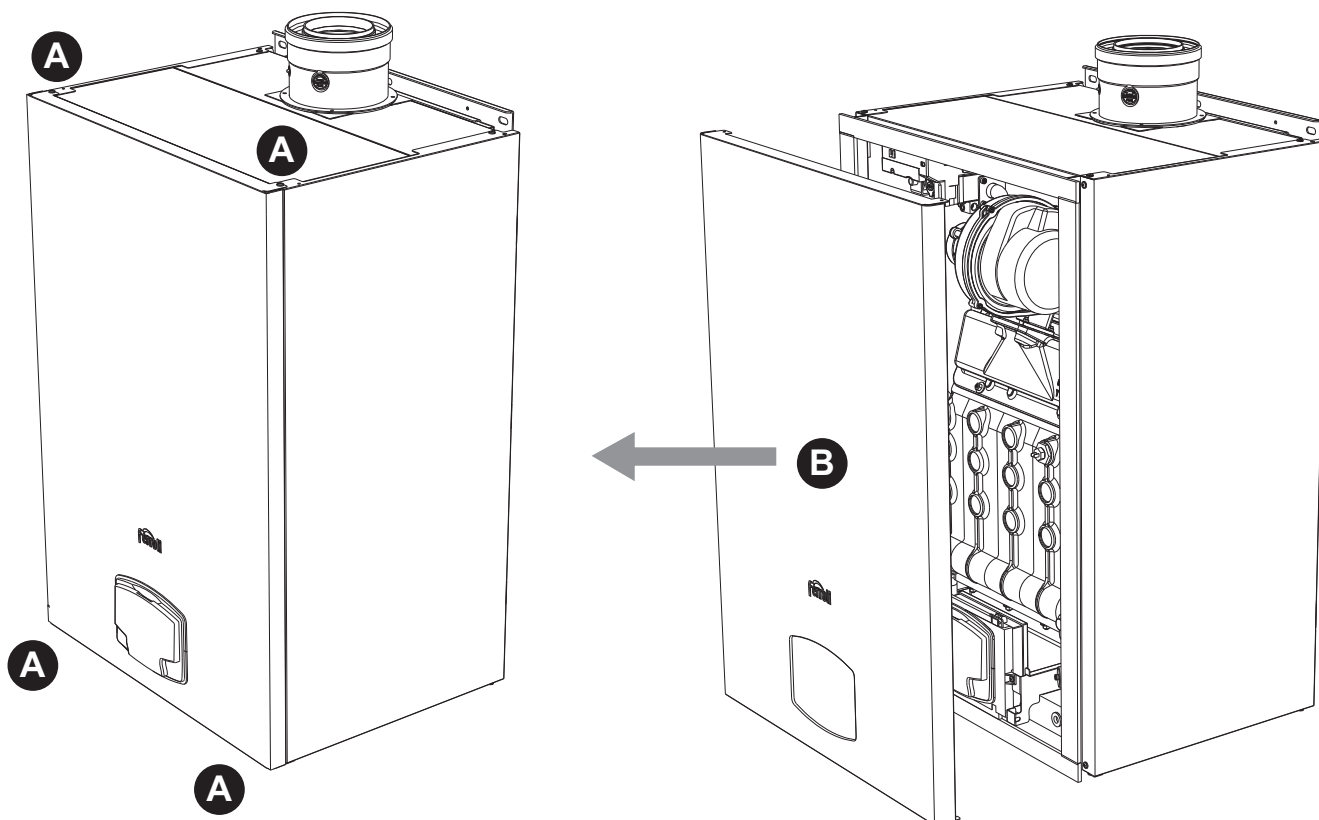

fig. 82 - Apertura pannello frontale
1. Svitare le viti **A** (vedi fig. 82).